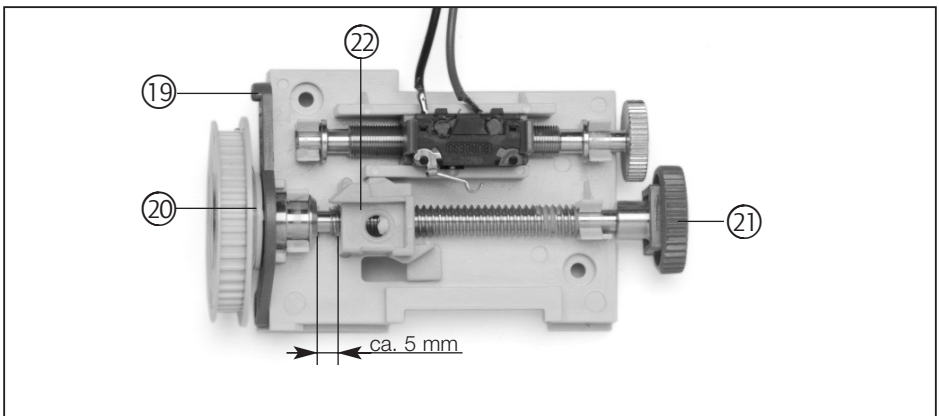

Abb. 5: Referenzpunkteinstellung (Tor ist zu)
- Entriegeln Sie die Schaltspindel, indem Sie den roten Leerlaufhebel (19) nach vorn umlegen und die innere Mitnehmerscheibe (20) des Laufrades in Richtung Spindel drücken (siehe Abb. 5).
- Drehen Sie das Rändelrad (21) solange im Uhrzeigersinn, bis sich der Schlittens (22) ca. 5 mm vor dem linken abgeschrägten Bund der Schaltspindel befindet (siehe Abb. 5).